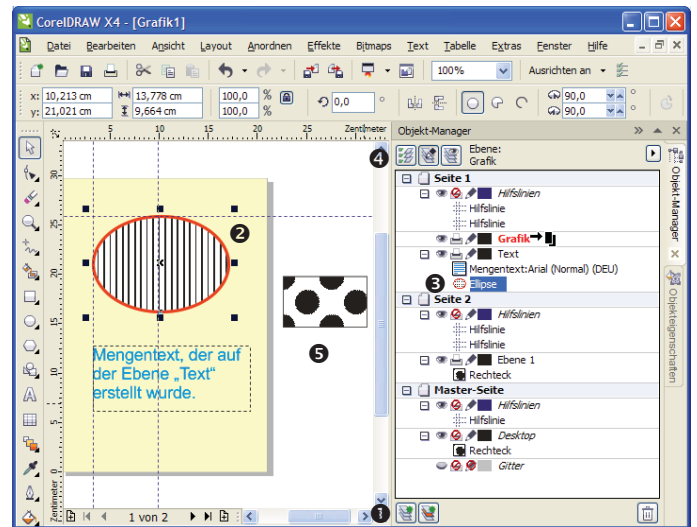

Abb. 9-7: Objektverwaltung mittels Objekt-Manager
Hilfslinien können unter M ANSICHT | EINRICHTUNG | HILFSLINIEN EINRICHTEN exakt definiert und eingeblendet werden. Bequemer ist es, sie mit gedrückter **liMT** aus den Linealen zu ziehen, um sie frei zu positionieren. Mit beiden Methoden werden die Hilfslinien auf der Hilfslinien-Ebene der aktuellen Seite angelegt. Sie sind standardmäßig als sichtbar und nicht druckbar eingestellt. Um eine Hilfslinie auf allen Seiten zu sehen, zieht man sie im AF OBJEKT-MANAGER mit gedrückter **liMT** auf die Hilfslinien-Ebene der Master-Seite (Abb. 9-7).
Im AF OBJEKT-MANAGER (Abb. 9-7) kann das gesamte Dokument verwaltet werden. Dies ist sehr zu empfehlen, um die Sichtbarkeit, Editierbarkeit und Druckbarkeit von Objekten steuern zu können. Standardmäßig besteht jedes Dokument aus einer Seite mit den Ebenen *Ebene 1* und *Hilfslinien* sowie einer Master-Seite mit den Ebenen *Hilfslinien*, *Desktop* und *Gitter*. Auf der Master-Seite werden alle Objekte verwaltet, die auf sämtlichen Seiten erscheinen sollen.
Werden einem Dokument neue Seiten hinzugefügt, so entstehen die beiden Standard-Ebenen automatisch. Weitere Ebenen können mit der Funktion **NEUE EBENE** (Abb. 9-7, ❶) im AF OBJEKT-MANAGER auf der aktuellen Seite und mit **NEUE HAUPTEBENE** der Master-Seite hinzugefügt werden. Alle Seiten und Ebenen können mit individuellen Namen belegt werden.
Jedes Objekt wird auf der aktuellen Ebene (rot eingefärbt) der aktuellen Seite erzeugt. Im AF OBJEKT-MANAGER erscheint ein entsprechender Eintrag (Abb. 9-7), das Objekt ist nach dem Erzeugen automatisch ausgewählt. Die Auswahl wird im Zeichenbereich markiert dargestellt ❷ und gleichzeitig der Eintrag im AF OBJEKT-MANAGER blau unterlegt ❸. Der Eintrag besteht aus einem Symbol für die Objektart (z.B. Ellipse), einer standardisierten Objektbezeichnung, die individuell geändert werden kann, und Angaben zu Umriss- und Füllungseigenschaften, die bei Bedarf mit dem Icon oben links ❹ ein- und ausgeblendet werden können. Durch Anklicken der entsprechenden Symbole vor jeder Ebene wird gesteuert, ob die Ebene mit allen darauf liegenden Objekten sichtbar, editierbar oder druckbar ist. Objekte auf nicht editierbaren Ebenen werden grau dargestellt und können nicht ausgewählt werden.
Die Möglichkeit des Markierens im AF OBJEKT-MANAGER ist besonders nützlich, wenn die Objektauswahl auf der Zeichenfläche problematisch ist, weil ein Objekt vollkommen von einem anderen umschlossen oder verdeckt wird (z.B. Text in einem Rechteck ohne Füllung). Wird ein Objekt außerhalb der Seite positioniert (Abb. 9-7, ❺), wird es im AF OBJEKT-MANAGER zunächst der aktuellen Seite zugeordnet und später automatisch auf die Ebene *Desktop* der Master-Seite verschoben. Da es bei Anzeige jeder beliebigen Seite sichtbar ist, kann es so bequem auf eine andere Seite verschoben werden.